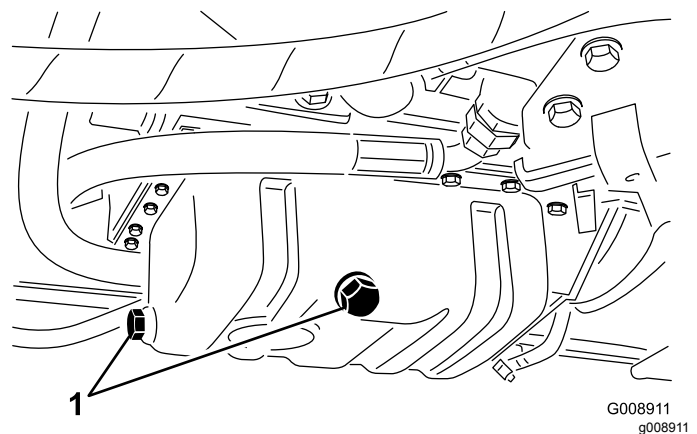

Bild 45
1. Entfernen Sie die Ablassschraube (Bild 45) und lassen Sie das Öl in die Auffangwanne ab.